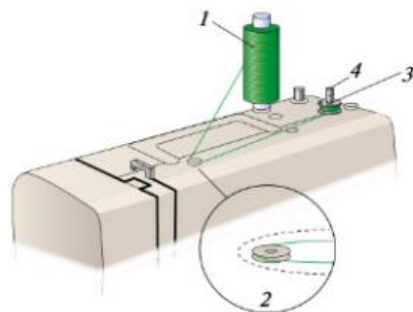

Рис. 5. Намотка нитки на шпульку: 1 – катушечный стержень; 2 – нитенаправитель моталки; 3 – шпулька; 4 – стержень для намотки
1. Установите машину на холостой ход, отключив маховое колесо в соответствии с моделью швейной машины (рис. 5).